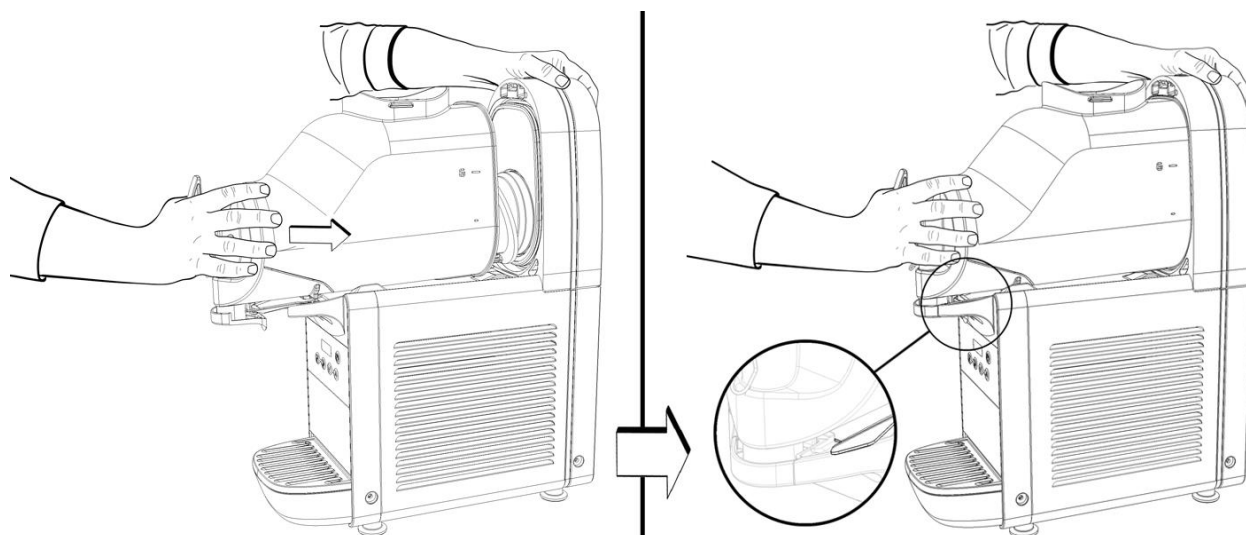

図 12
(6)ボウルを後方の壁に押し付けるようにして取り付けます。このとき、ボウルが確実にガスケットに密着していることを確認してください。ロックレバーが下がり、ドリフトレートの上部で止まります。(図 12 参照)